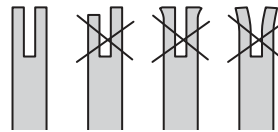

Fig. 56
- > Pour vérifier l'état d'usure du rail: Appliquez le bord droit d'une règle contre le bord des lames de coupe, comme indiqué sur l'illustration ci-dessous. Si le rail du guide-chaîne est en bon état, il doit y avoir un interstice entre la règle et le guide-chaîne. S'il n'y a aucun interstice (c.à.d. si vous pouvez appliquer la règle contre le guide-chaîne sur toute sa longueur), le rail du guide-chaîne est usé et a besoin d'être remplacé par un rail du même type (Fig. 56).